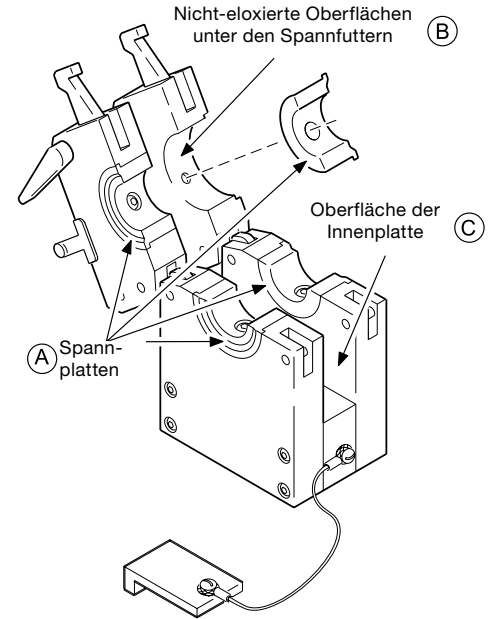

Abbildung 27 Reinigen der Spannfutter und der Spannfutter-Montageflächen
1. Untersuchen Sie den Spannblock auf Sauberkeit, Abnutzung und Beschädigungen. Siehe Abbildung 27.
1. Spannfutter untersuchen und reinigen. Siehe Abbildung 27 (A).
4. Oxide von den nicht-eloxierten aufeinandertreffenden Oberflächen der Seitenplatten mit einem feinkörnigen Schleifkissen entfernen. Siehe Abbildung 27 (B).
5. Schmutz und Oxide von den Innenflächen der Seitenplatten mit einem sauberen, weichen Tuch entfernen. Siehe Abbildung 27 (C). Entfernen Sie stärkere Ablagerungen mit einem feinkörnigen Schleifkissen.